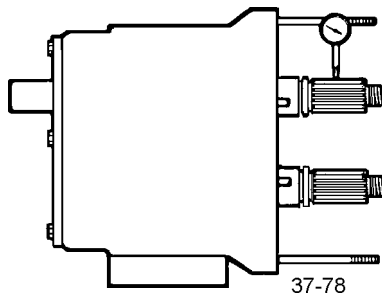

Figura 29 - Verifique os rolamentos
- Verifique os rolamentos com um indicador de dial com relação ao jogo radial do eixo (Figura 29). Se a deflexão for igual ou superior à folga do diâmetro formado pelo rotor e pela estrutura (“Verificação da folga adequada” na pagina 41), substitua os rolamentos.